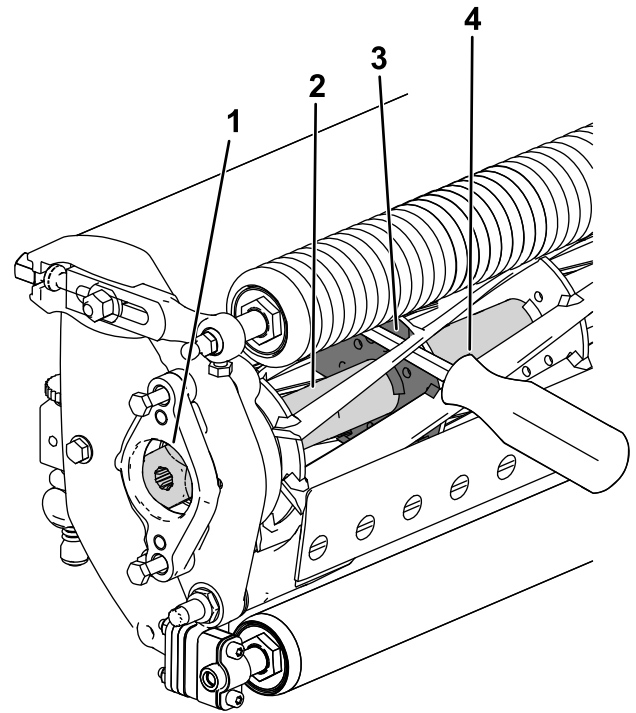

图32
2. 将一根长柄撬棍建议尺寸为 $\frac{3}{8}$ 英寸 x 12 英寸带螺丝刀柄插入滚刀底部最靠近需要扭转的滚刀组一侧图32。
3. 将撬棍靠着滚刀支撑板的焊接侧图32。